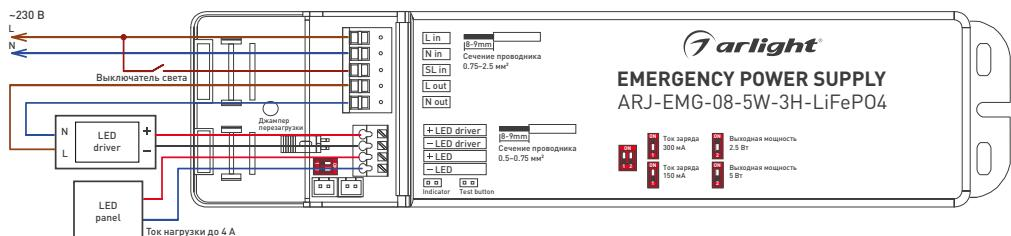

Рисунок 1. Стандартная схема подключения
- Подключите провода, постоянно подключенные к сети: «L» — [фаза] коричневый провод к выводу 1, «N» — [ноль] синий провод к выводу 2, см. рисунок 1.